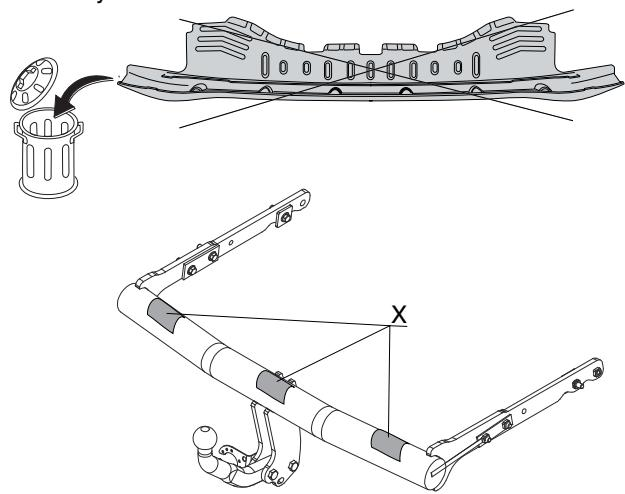

Fig.3
10. Установить три элемента из пенопласта (Х). См. рисунок 3.